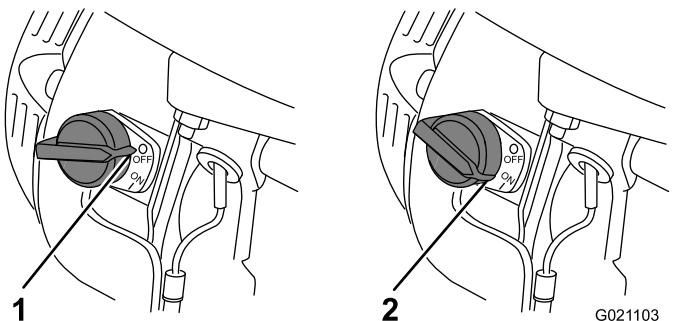

Figura 28
5. Mueva el interruptor del motor a la posición de ENCENDIDO (Figura 28).